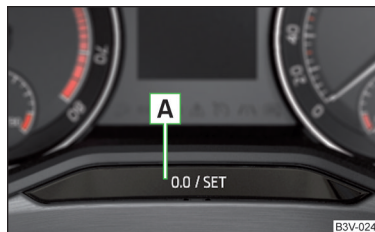

Abb. 27
- ▶ Die Taste **A** » Abb. 27 drücken und gedrückt halten, bis im Display der Menüpunkt **Service** angezeigt wird.